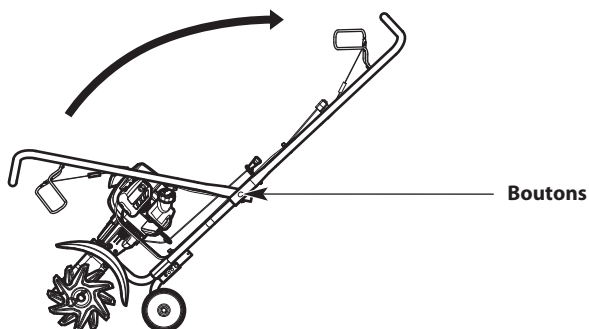

Fig. 3
3. Faites pivoter le guidon vers le haut, en position de fonctionnement (Fig. 3).